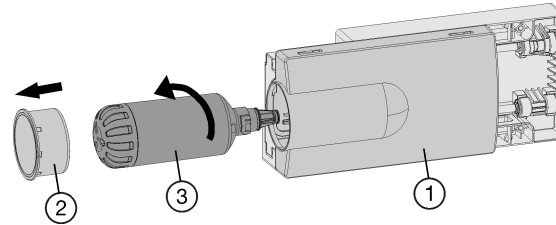

Fig. 7
- ▶ Dado el caso, extraiga el cajón Fig. 7 (1).
- ▶ Retire la tapa del filtro Fig. 7 (2).
- ▶ Gire el filtro de agua Fig. 7 (3) unos 100 ° hacia la izquierda y retírelo.